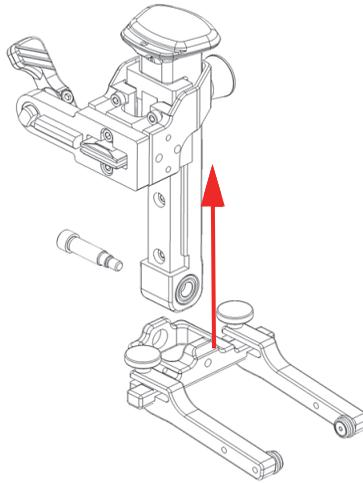

Figura 2-22 Scorrimento della rotaia al di fuori della traversa rotante della staffa
5. Fare scorrere la rotaia dei bracci con meccanismo a molla al di fuori della traversa rotante della staffa (Figura 2-22 a pagina 58).